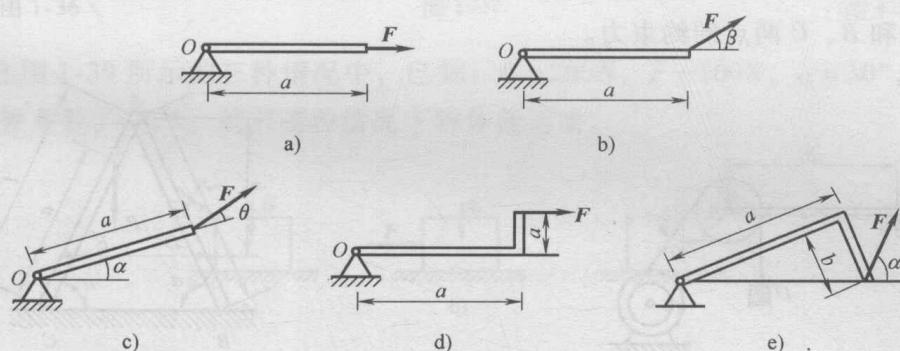

图 1-27
(9) 试计算图 1-27 中力  $F$  对点  $O$  之矩。